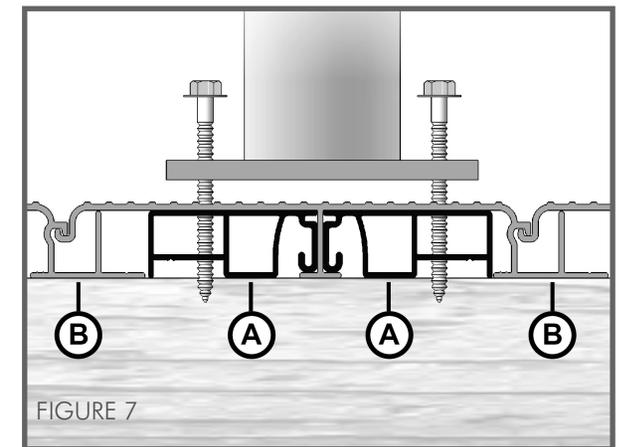

FIGURE 7
- Utiliser la pièce "A" pour solidifier l'installation des poteaux et/ou colonnes. (figure7)